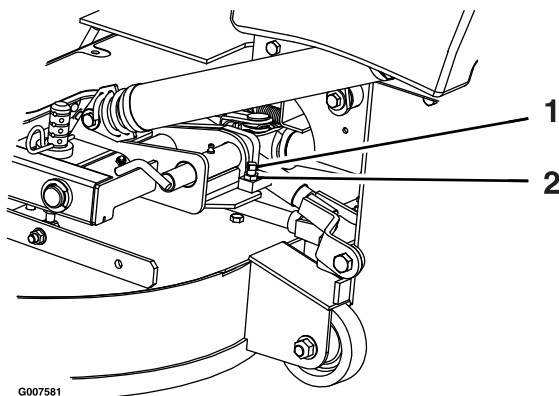

Figura 59
2. Afloje la contratuerca y gire el tornillo de tope en sentido horario hasta que el pestillo de bloqueo esté apretado y no pueda girarse a mano (Figura 59).